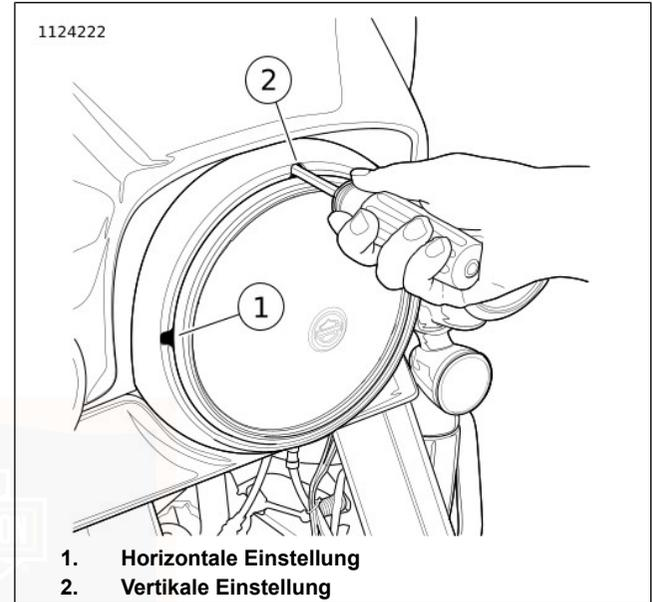
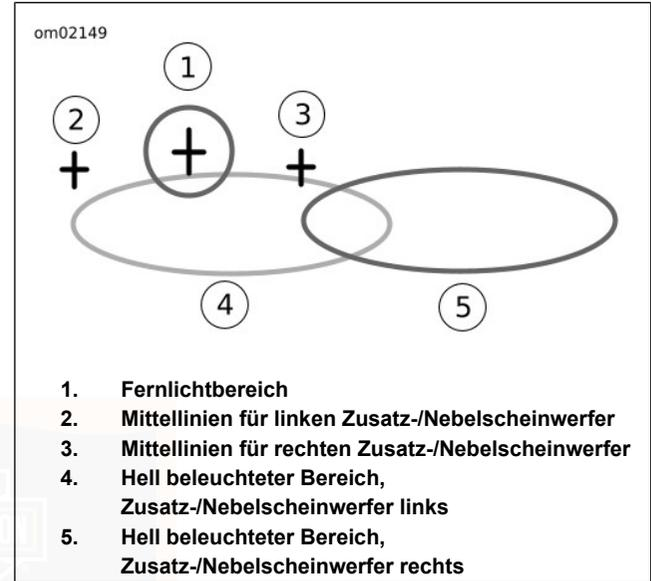
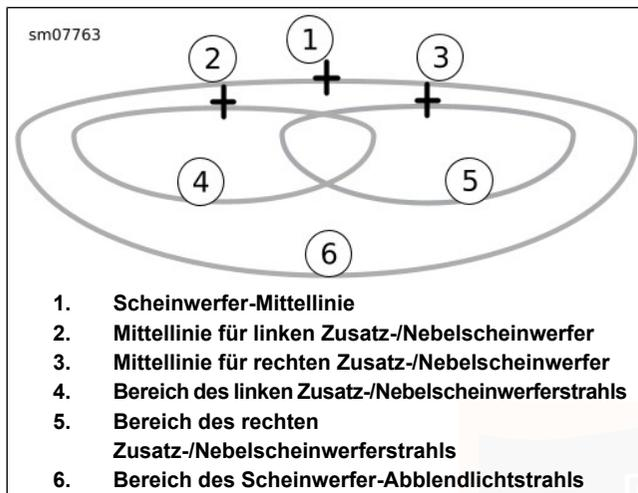

Abbildung 95. Scheinwerfereinstellschrauben: Alle außer rahmenbefestigte Verkleidung (typisch)
Abbildung 98. Scheinwerfer-Lichtmuster: Typ Quarz-Halogen
Abbildung 99. Scheinwerfer-Lichtmuster: LED-Typ mit Zusatz-/Nebelscheinwerfer
2. **Alle außer rahmenmontierte Verkleidung:** Siehe Abbildung 95. Einen 5/32-in-Kugelkopf-Sechskantschlüssel in die Einstellöffnungen im Zierring stecken.
- a. **Horizontal:** Den Scheinwerferstrahl mit der Horizontaleinstellschraube (1) nach links und rechts verstellen.
- b. **Vertikal:** Den Scheinwerferstrahl mit der Vertikaleinstellschraube (2) nach oben und unten verstellen.
- c. Siehe Abbildung 98 oder Abbildung 99. Den Scheinwerferstrahl einstellen.
4. Siehe Abbildung 98 oder Abbildung 99. Die horizontalen und vertikalen Mittellinien (2, 3) der Zusatz-/Nebelscheinwerfer auf der Wand markieren.
Abbildung 98 zeigt ein Muster für Motorräder in Ländern mit Rechtsverkehr. Für Länder mit Linksverkehr kippen Sie die Grafik horizontal.
- a. **Quartz-Halogen:** Den linken Zusatz-/Nebelscheinwerfer einstellen, sodass der gesamte hell beleuchtete Bereich (4) unter und rechts der Mittellinien für die linke Zusatzleuchte liegt, wie in Abbildung 98 dargestellt.
- b. **LED:** Den linken Zusatz-/Nebelscheinwerfer so einstellen, dass der gesamte hell beleuchtete Bereich (4) unter der Mittellinie liegt, wie in Abbildung 99 dargestellt.